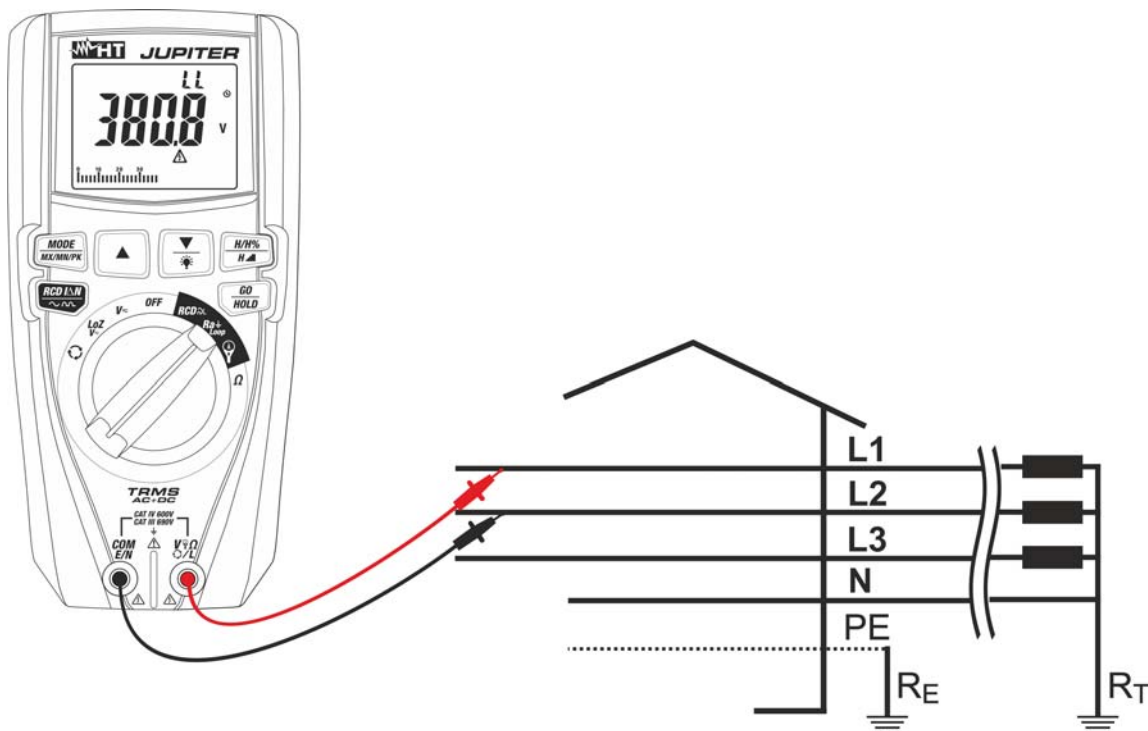

Fig. 27: Uso dello strumento per misura impedenza Loop L-L con puntali
9. **Per misura di Loop L-L** in caso di uso dei puntali di misura inserire il conduttore rosso nel terminale di ingresso $V_{\Omega} \text{ L}$ e il conduttore nero nel terminale di ingresso **COM/E/N** e collegare lo strumento all'impianto in esame (vedere Fig. 27). Il valore della tensione Fase-Fase è mostrato a display